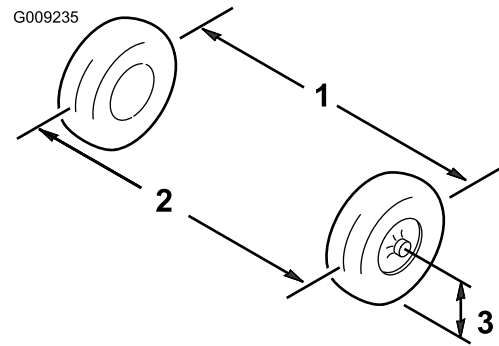

Bild 32
- Messen Sie den Abstand zwischen beiden Vorderreifen auf Achshöhe (an der Vorder- und Rückseite der Vorderreifen) (Bild 32).